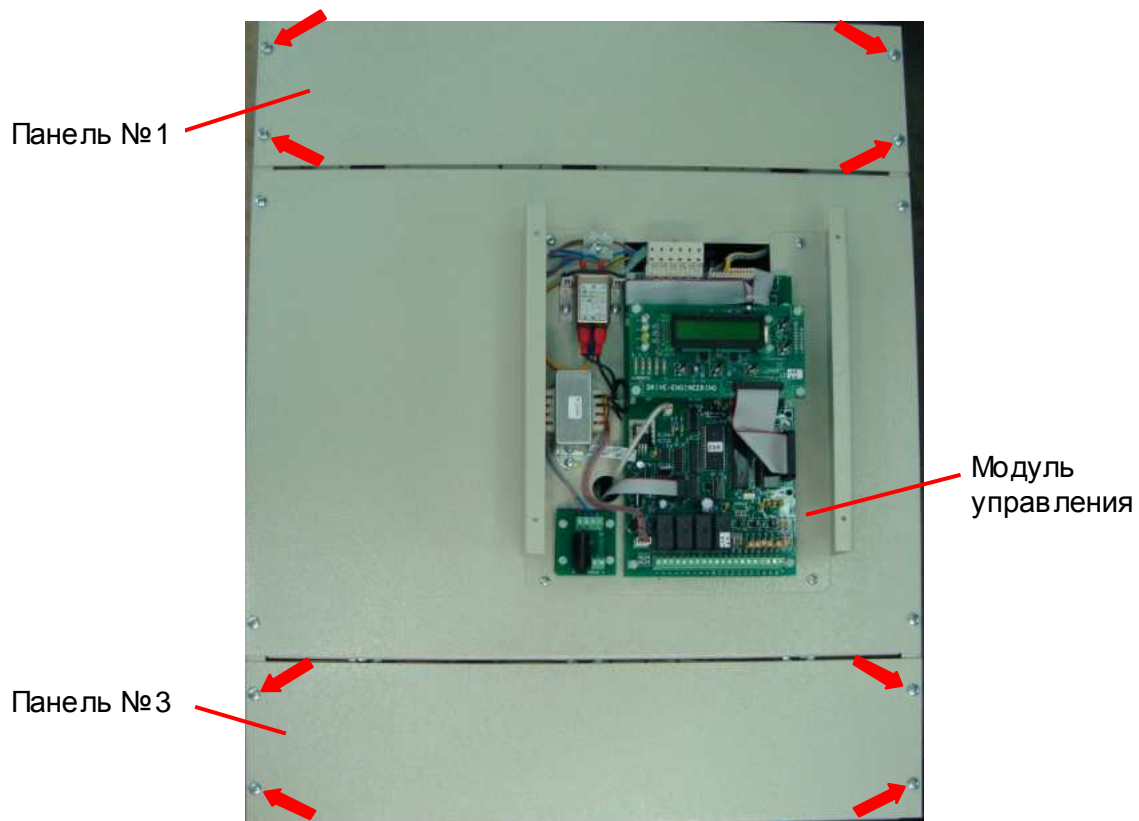

Рис. 7.9
7.1.6. Установить панели №1 и №3, вкрутить в восемь винтов (рис. 7.9, красные стрелки).